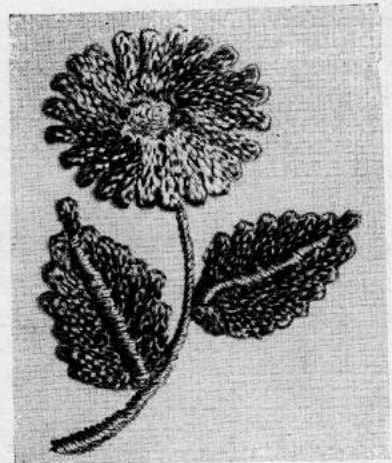

Bild 50
H. Sparstich-Stickerei (Bild 50)